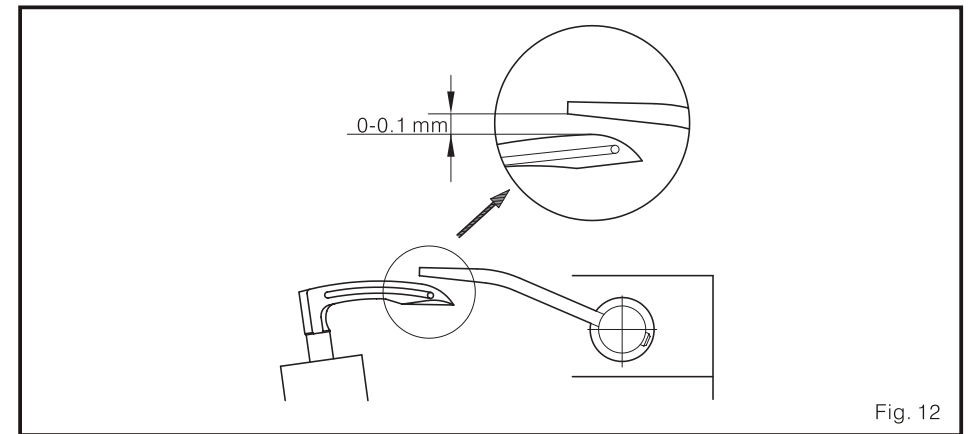

Fig. 12
2. A distância entre o lado superior do bucleador para o lado inferior do limpador do fio deve ser de 0-0.1 mm. (Fig. 12)